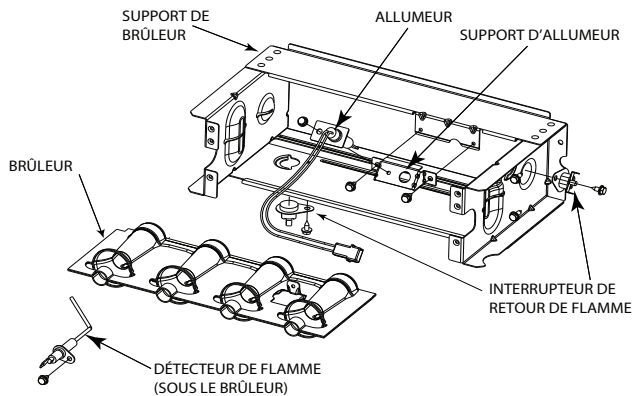
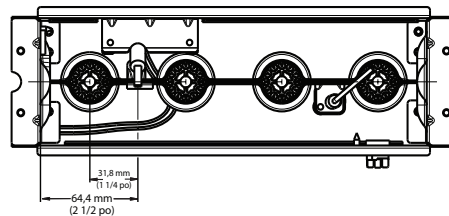
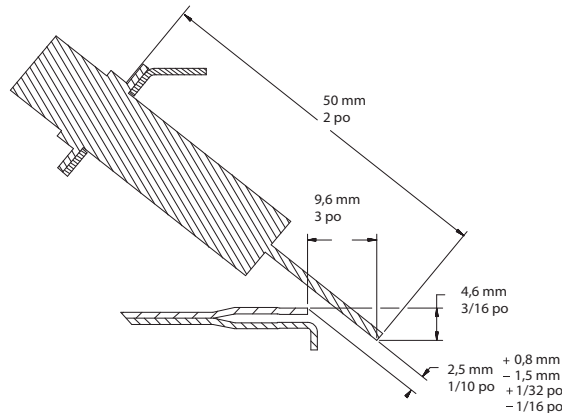

Fig. 66 – Ensemble du brûleur
Fig. 67 – Position de l'allumeur - vue du haut
Fig. 68 – Position de l'allumeur - vue latérale
Consultez la Fig. 66.
8. Vérifiez l'alignement de l'allumeur. Consultez la Fig. 66, la Fig. 67 et la Fig. 68.
L'allumeur n'a PAS besoin d'une inspection annuelle. Vérifiez la résistance de l'allumeur avant son retrait. Consultez la Fig. 66, la Fig. 67 et la Fig. 68.
- a. À l'aide d'un tournevis 1/4 po, retirez les deux vis qui fixent le support de fixation de l'allumeur à l'ensemble du brûleur (consultez la Fig. 66).
7. Rebranchez le faisceau de l'allumeur sur l'allumeur en disposant les fils de façon à vous assurer qu'il n'y a aucune tension sur l'allumeur lui-même. Consultez la Fig. 66.